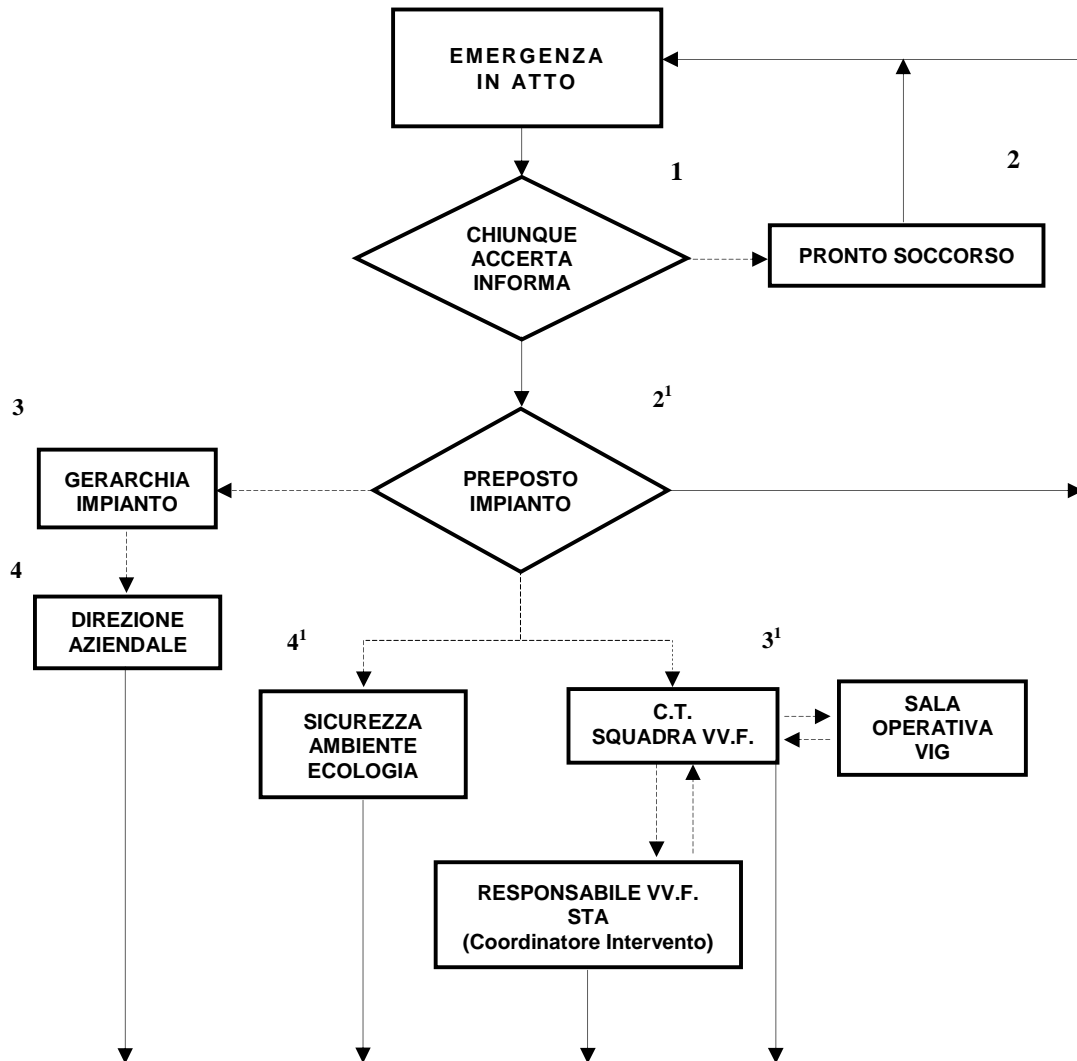

Fig. 1
4. Il responsabile della discarica, congiuntamente al responsabile dei VV.FF, assumeranno, ognuno per le proprie competenze, il controllo delle operazioni (cfr. Fig. 1)